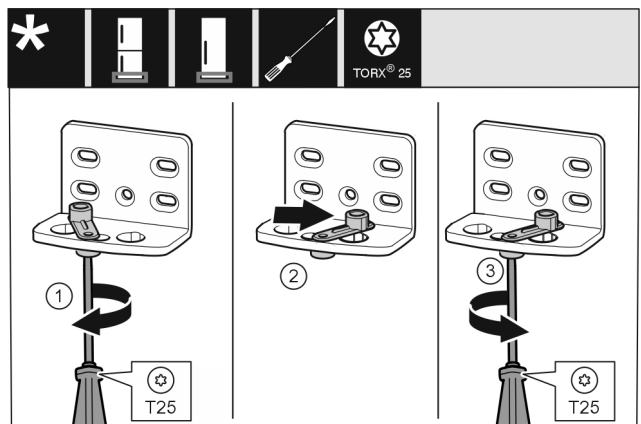

Fig. 13
- ▶ Schroef Fig. 13 (1) met een schroevendraaier losdraaien.
- ▶ Deurslithulp Fig. 13 (2) optillen en 90° naar rechts in de boring draaien.
- ▶ Schroef Fig. 13 (3) met een schroevendraaier vastschroeven.